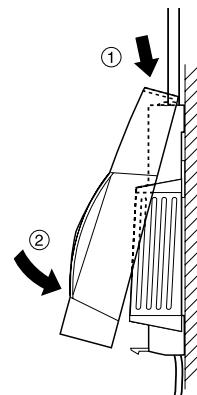

Figura 4:
- ▶ Posizionare il coperchio dell'alloggiamento in alto ed agganciarlo in basso (vedere Figura 4).